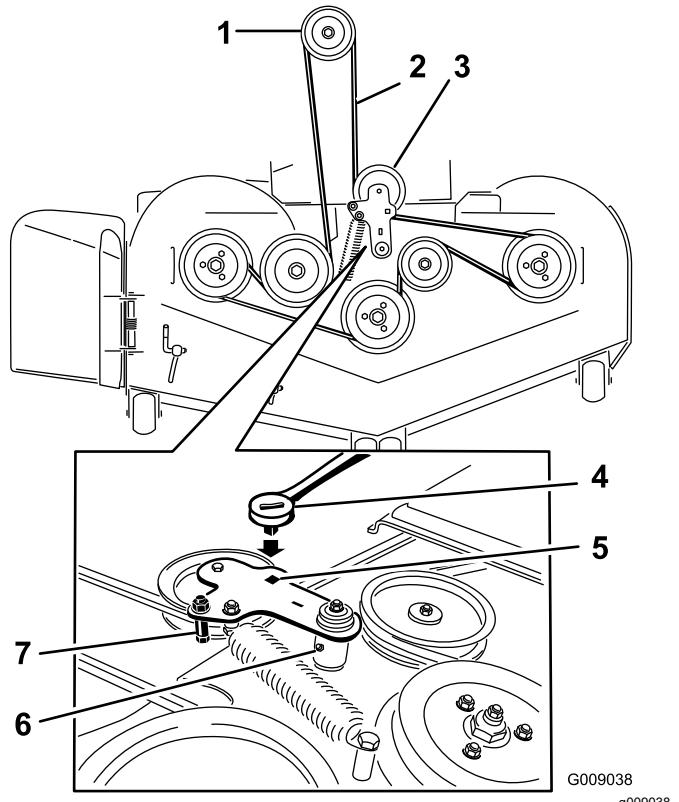
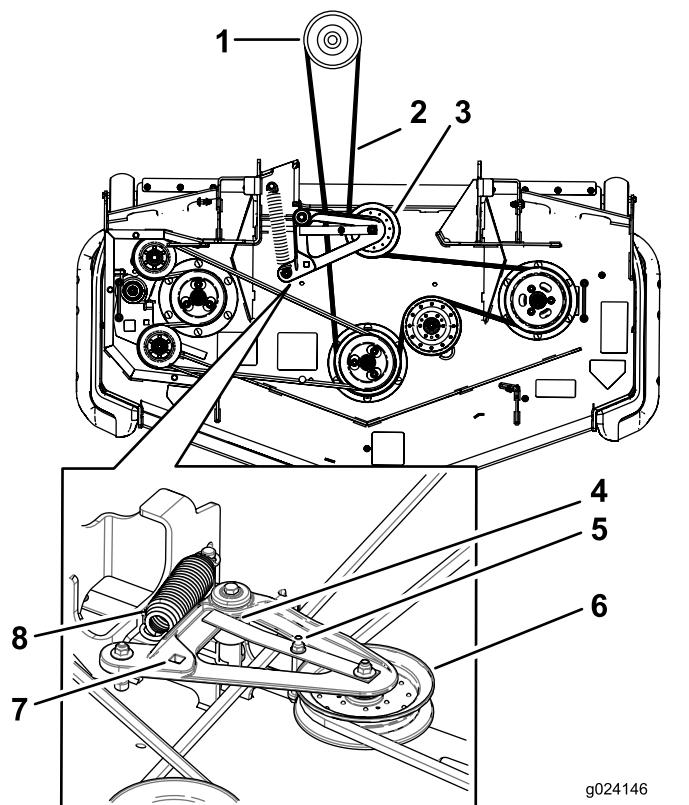

Figura 130
Figura 131
5. Levante la chapa de suelo e introduzca una llave dinamométrica en el taladro cuadrado del brazo tensor de la carcasa (Figura 130 o Figura 131).
6. Gire el brazo tensor de la carcasa en sentido horario, levante la pestaña de la guía de la correa (máquinas de descarga trasera solamente), y retire la correa del cortacésped (Figura 130 o Figura 131).